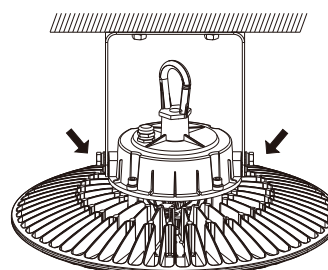

Fig. 3
3. Réglez l'angle du support. Cela peut être réalisé en desserrant les vis latérales illustrée dans la figure 3, ensuite en les resserrant à l'angle désiré. (Figure 3).